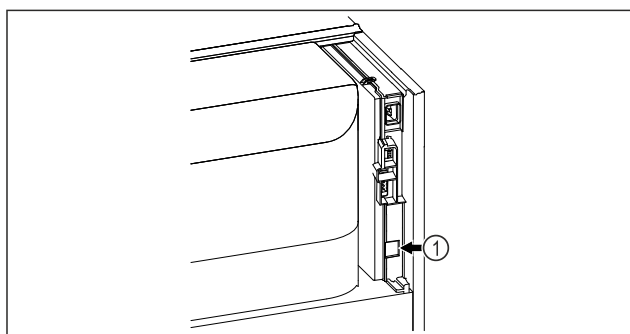

Fig. 97
- Se utiliza SmartModule Fig. 97 (1).